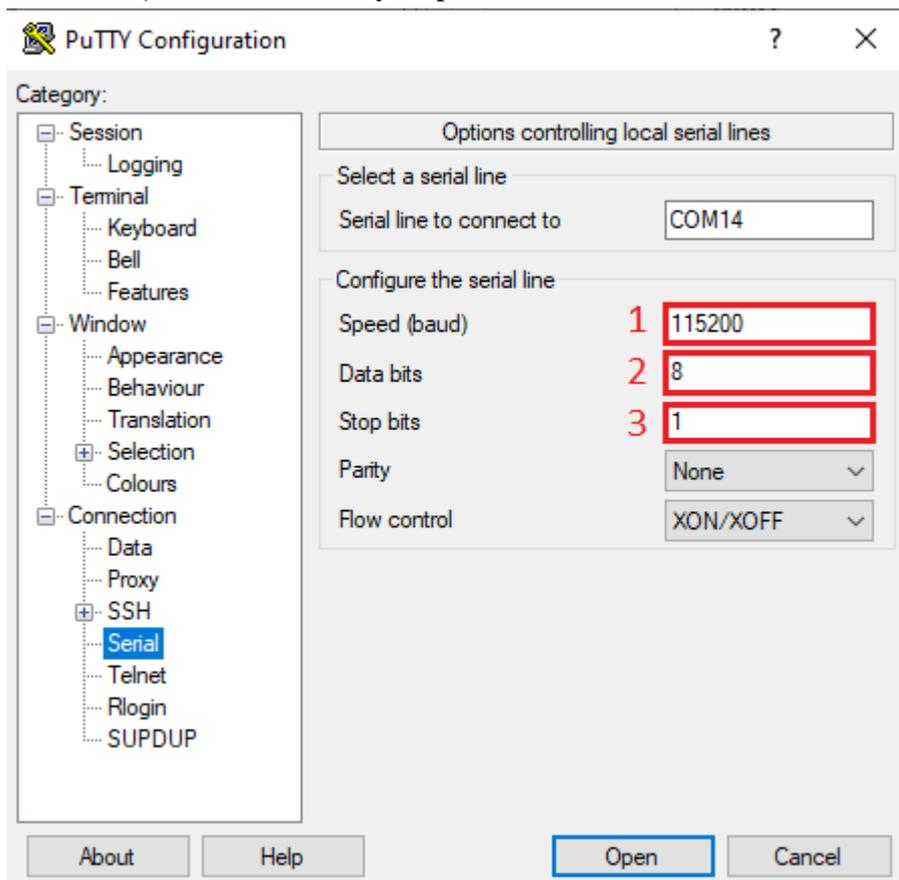

Рисунок 43. Установка параметров MicroUSB подключения
- 3) В разделе «Serial» выбрать следующие параметры: 115200; 8; 1 (на Рис. 43 параметры отмечены цифрами 1, 2, 3 соответственно);